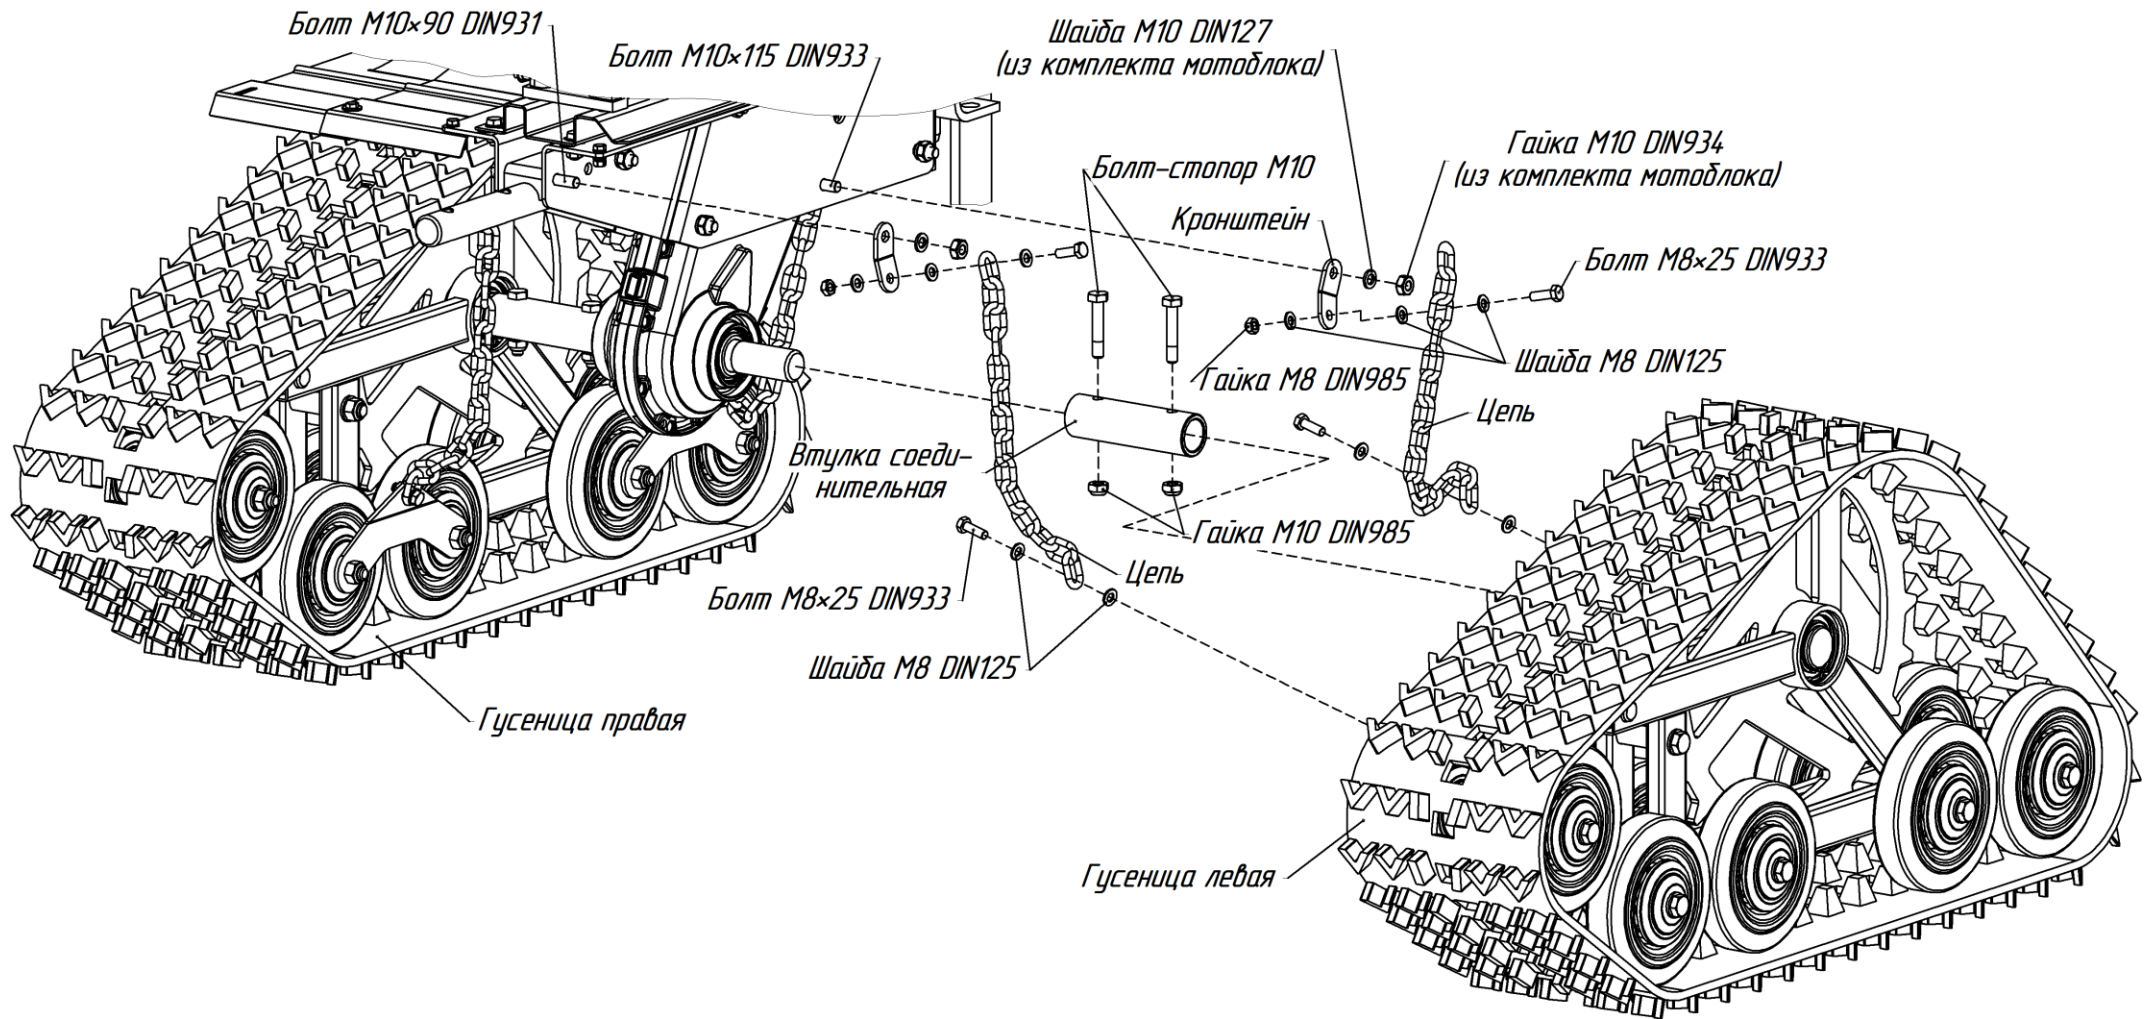

Рис.1. Присоединение гусениц к мотоблоку МБ2.
1. Снимите колесо правое с мотоблока, установите на выходной вал втулку соединительную и зафиксируйте ее болтом-стопором М10 и гайкой. Присоедините к втулке гусеницу правую и зафиксируйте ее болтом-стопором М10 и гайкой (рис.1).
2. Аналогично установите левую гусеницу на мотоблок (рис.1).
Для мотоблока МБ2 (рис.1):